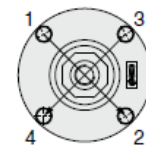

Fig.6 - Séquence de serrage des vis hexagonales
- Serrez les vis hexagonales en diagonale (voir Fig. 6) en utilisant les valeurs de couple de serrage correctes indiquées dans le tableau ci-dessous.